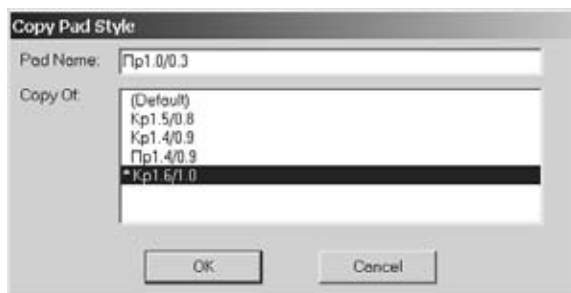
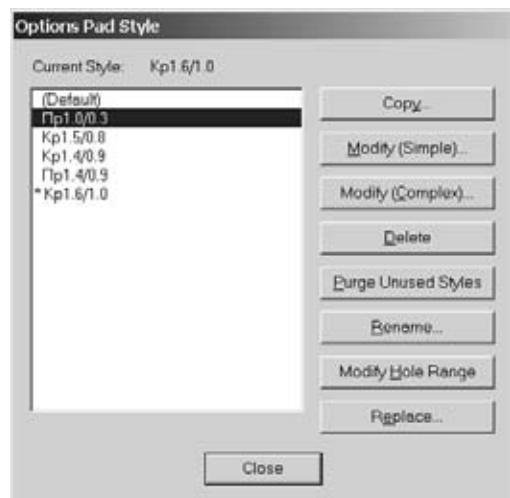

Рис.3.12.1
Рис.3.12.2
- Выполнить команды **Options/Pad Style**. В открывшемся диалоговом окне **Options Pad Style** нажать кнопку **Copy**. В открывшемся диалоговом окне **Copy Pad Style** в поле **Pad Name** набрать название нового типа Пр1.0/0.3 и нажать кнопку ОК (рис.3.12.1). В открывшемся диалоговом окне **Options Pad Style** в списке **Current Style** выбрать появившийся тип Пр1.0/0.3 и нажать кнопку **Modify (Complex)** (Сложная модификация) (рис.3.12.2).